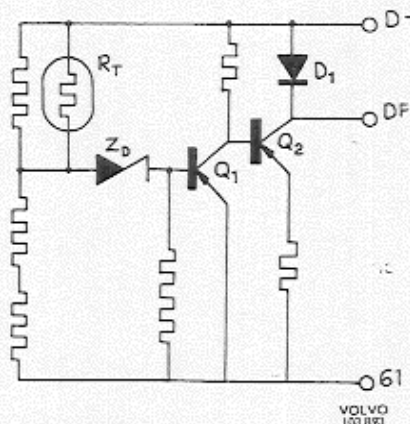

Abb. 40 Innere Schaltung des Transistor-Reglerschalters
Bei Einschalten des Zündschlosses fließt der Strom durch die Ladestrom-Kontrolleuchte zum Anschluß D+ (61) auf der Lichtmaschine. Von dort wird der Strom zum Reglerschalter geleitet. Im Reglerschalter fließt der Strom über den Leistungstransistor Q2, Abb. 40, zum Anschluß DF auf der Lichtmaschine. Vom Anschluß DF wird der Strom über zwei Bürsten und Schleifringe, durch die Feldwicklung in den Klauenpolläufer und von dort zur Masse geleitet.